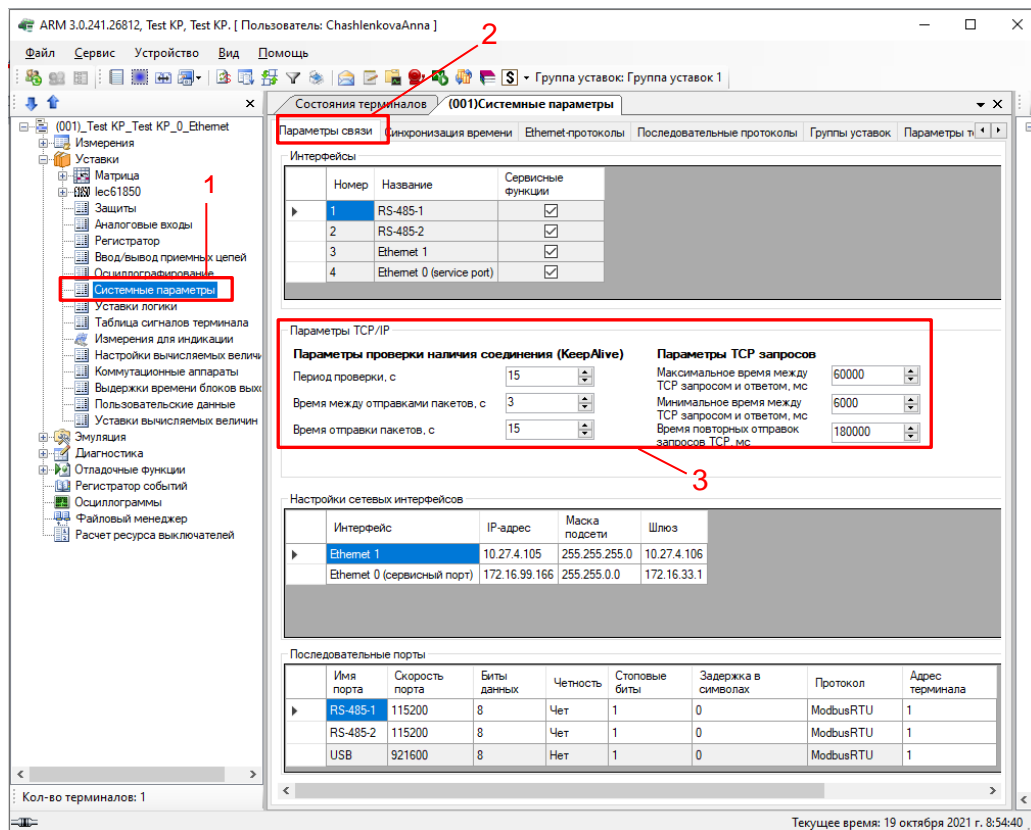

Рисунок 5 – Настройка параметров связи по протоколу МЭК 60870-5-104
2.5.1 В «дереве» проекта программы АРМ-релейщика выбрать пункт меню **Уставки** → **Системные параметры** (см. рисунок 5, поз. 1), дважды щёлкнув левой кнопкой мыши на соответствующий пункт «дерева» проекта. Откроется окно **Системные параметры**.
2.5.2 На вкладке **Параметры связи** (см. рисунок 5, поз. 2) в поле **Параметры TCP/IP** (см. рисунок 5, поз. 3) оставить по умолчанию параметры проверки наличия соединения (KeepAlive) (см. таблицу 4) и параметры TCP запросов (см. таблицу 5).